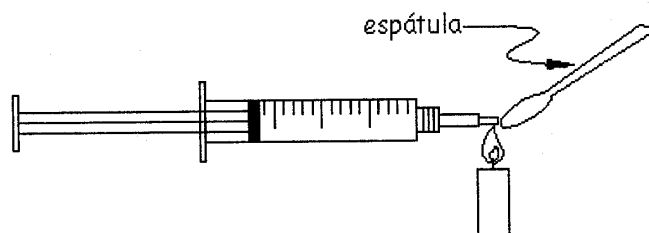

Figura 2
3. Tome el reactivo sólido y deposítelo en la tapa de plástico. (Figura 2)